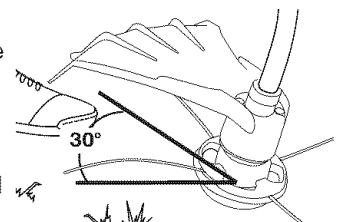

Fig. 15
Gire toda la unidad a modo de que el accesorio de corte se ubique a un ángulo de 30° con el suelo (Fig. 15).
2. De vuelta a la perilla a la izquierda para aflojar el acoplador (Fig. 15).